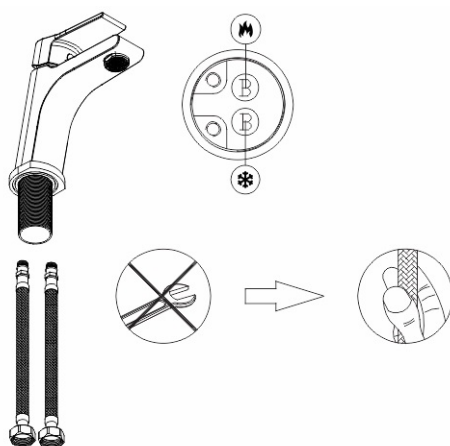

Рисунок 2
4. Вкрутите гибкую подводку (Рисунок 2). Смесители с вертикальной установкой имеют резьбу м10 для подключения воды;